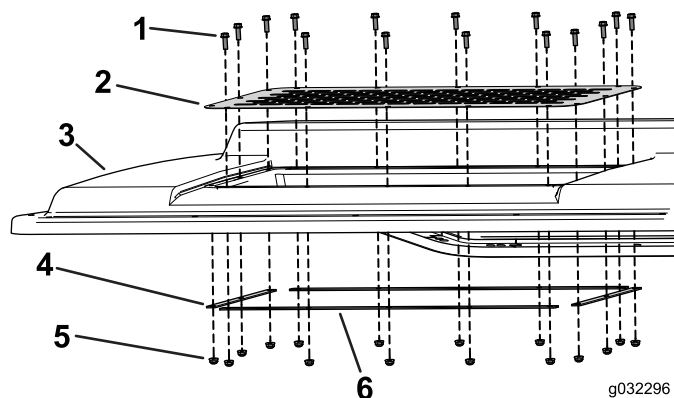

Figura 8
4. Utilice 4 pernos y contratuercas ( $\frac{1}{4}$ " x  $\frac{3}{4}$ "") para sujetar provisionalmente la pletina corta, según se muestra en Figura 8.